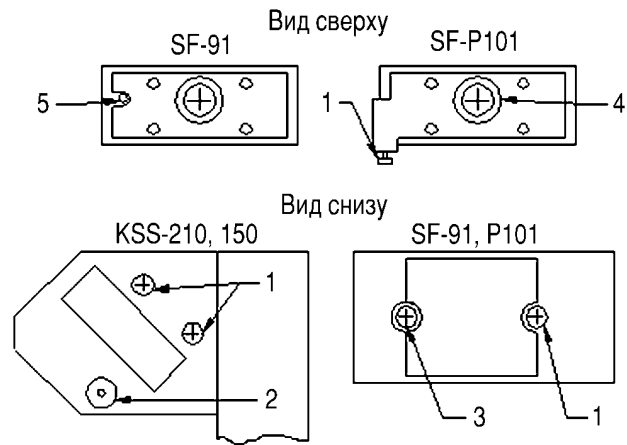

рис. 15
**Настройка.** Регулировку наклона линзы можно проводить в одной или двух плоскостях, в зависимости от модели ЛГ, либо же она не предусмотрена вообще (рис.15, где 1 - регулировочные винты; 2 - пружина; 3 - винт с пружиной; 4 - фиксирующий винт; 5 - отверстие для регулировочного ключа).